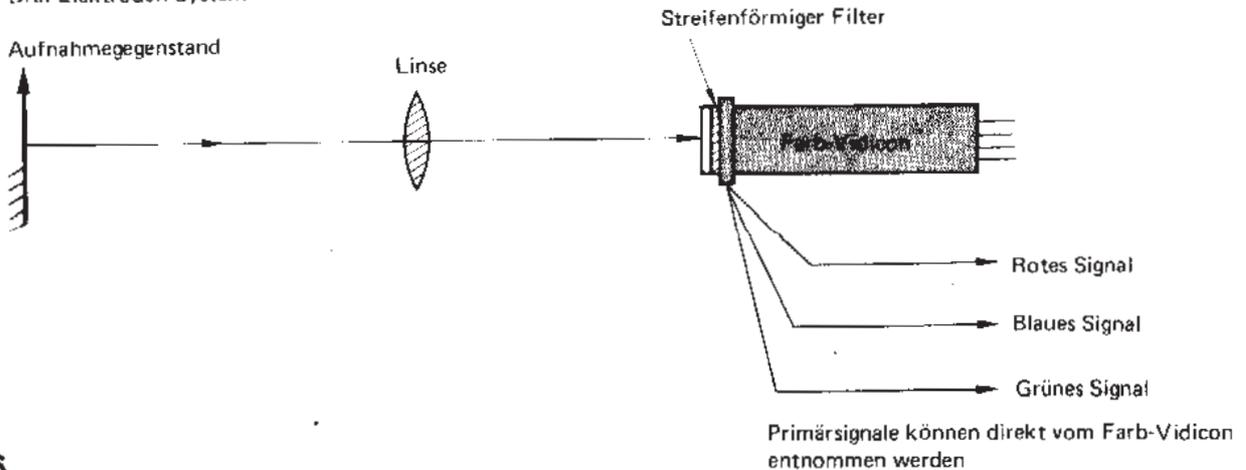

Bild 6
3.2. Drei-Elektroden-Streifenfilter (Bild 6)